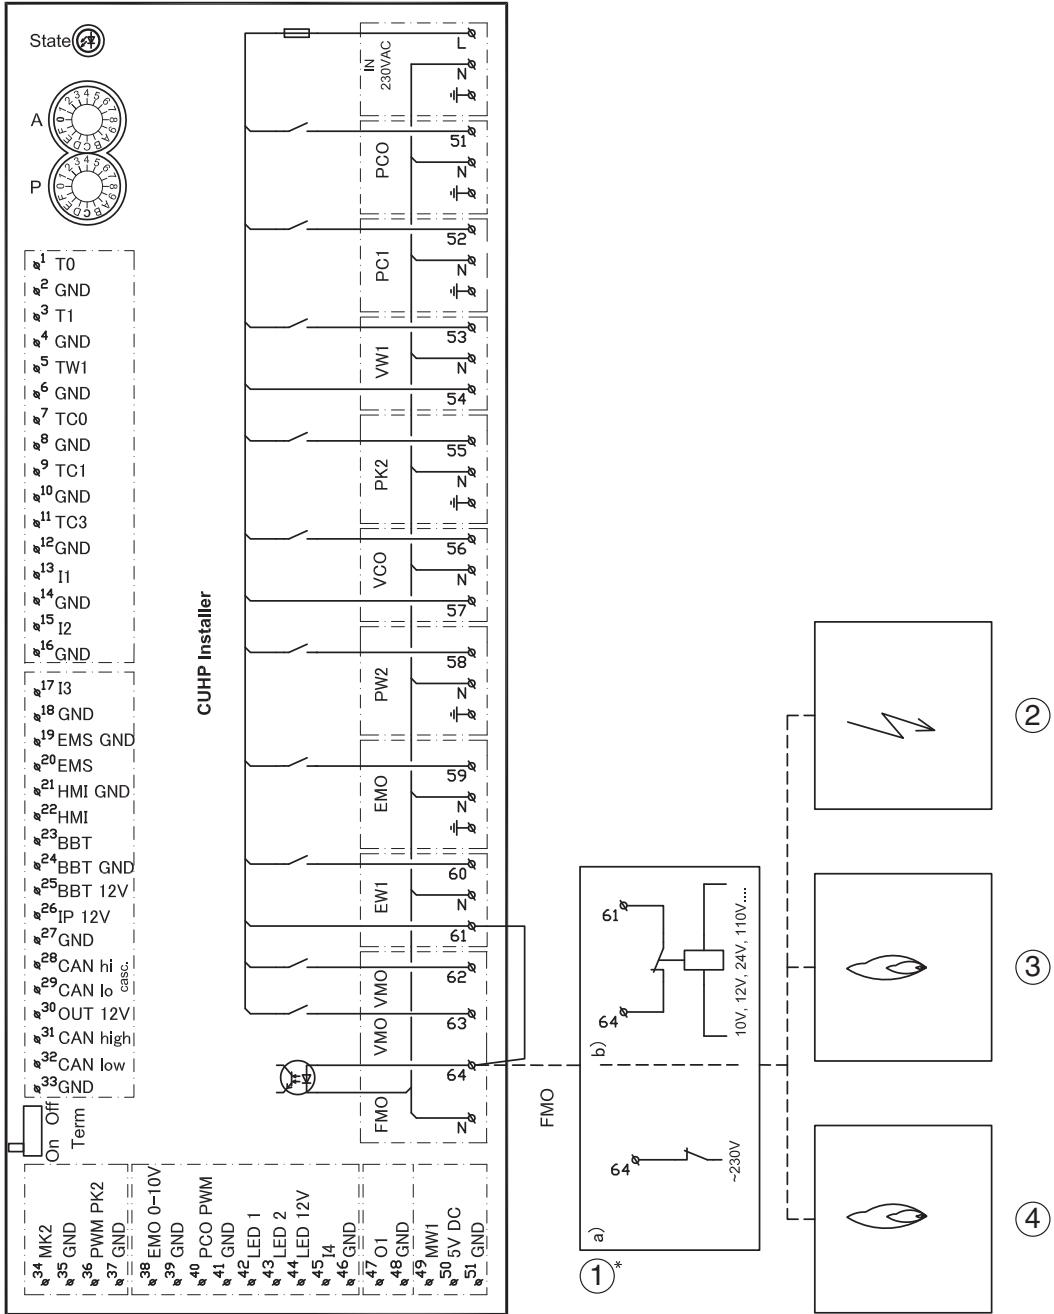

Рис. 26 Электрическая схема монтажного модуля, аварийный сигнал котла
Подключите для котла аварийный сигнал (если имеется) на монтажном модуле внутреннего блока к клемме FMO (электросхема → рис. 26).
Если на котле нет выхода аварийного сигнала 230 В, то подключите FMO согласно варианту [1b] (электросхема → рис. 26).
- [**] См. рис. 26